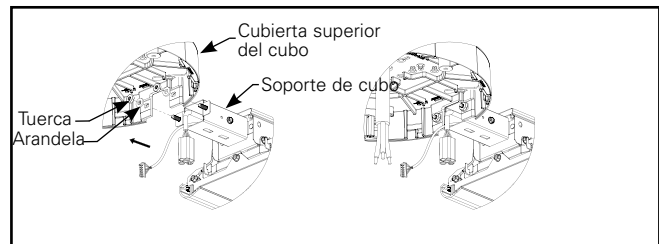

Figura 7.
6. Fije la cubierta superior del cubo con el soporte del cubo de la unidad del luminario con las tuercas provistas (Figura 7). Asegúrese de que la superficie superior del luminario y la superficie superior del cubo estén alineadas y niveladas.